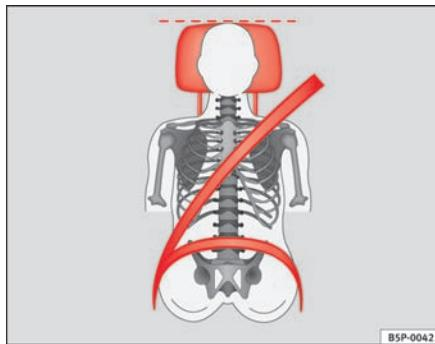
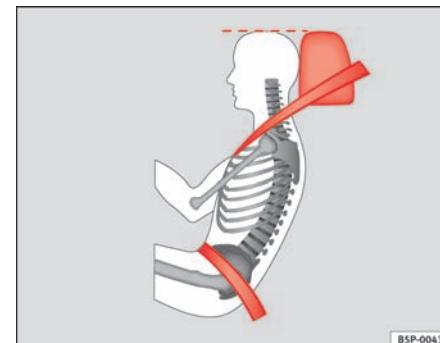

Fig. 68 Visto de frente:
Fig. 69 Visto de lado:
- Ajuste el apoyacabezas de modo que el borde superior del mismo quede a la misma altura que la parte superior de la cabeza, como mínimo a la altura de los ojos. ⇒ fig. 68 y ⇒ fig. 69.